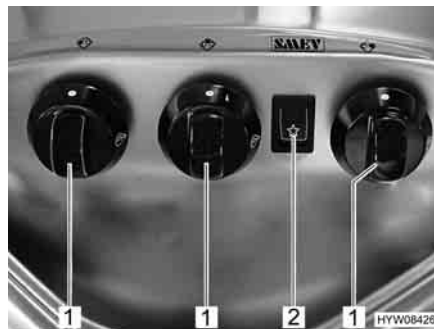

Fig. 167 Elementi di comando del fornello a gas
- Ruotare il pomello girevole (Fig. 167,1) dell'impianto a fiamma libera desiderato in posizione accesa (fiamma alta).
- Premere l'interruttore a bilico (Fig. 167,2). Sul bruciatore vengono prodotte scintille.